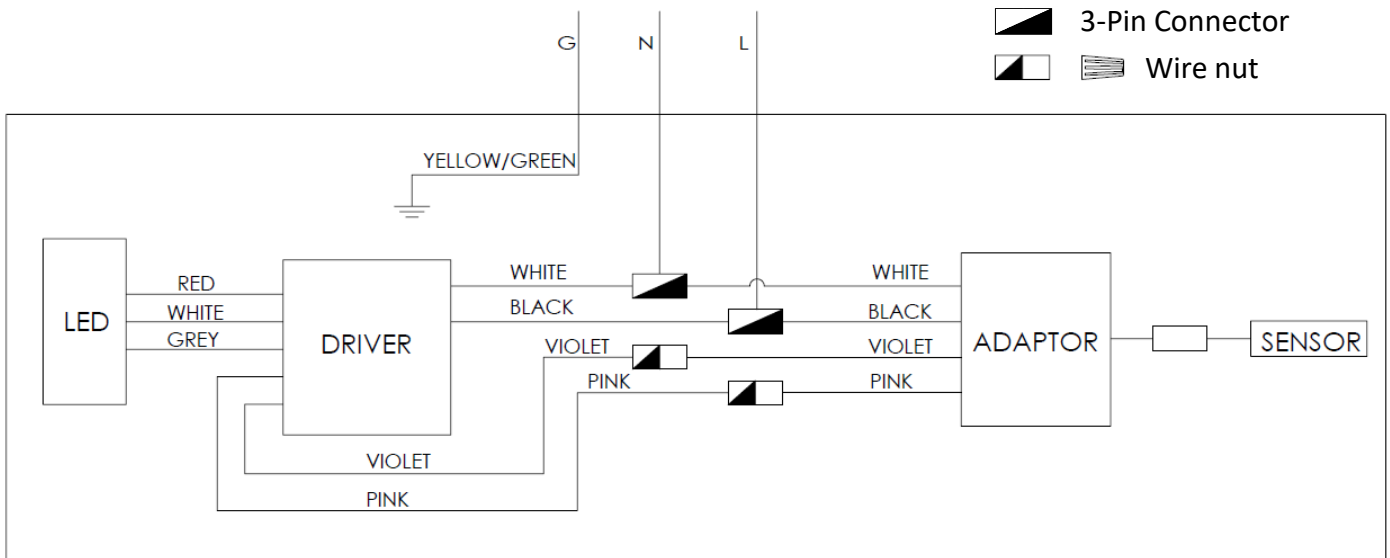

Fig 6. Diagram for 4FT fixtures
③ Connect all wires according to Fig 6 or Fig 7. Connectez tous les fils selon la Fig 6 ou la Fig 7